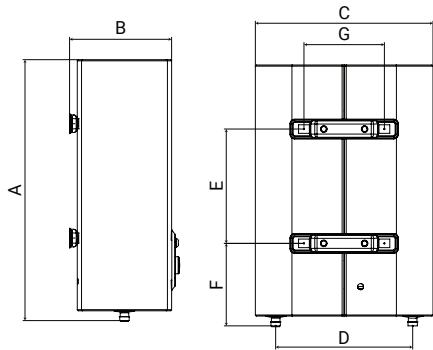

Рис. 4
- Присоедините дренажный шланг (позиция 3 на рис. 4) к запорному крану на тройнике на входе холодной воды в водонагреватель и направьте его в канализацию, либо в место слива воды. Откройте запорный кран и дождитесь полного слива воды.